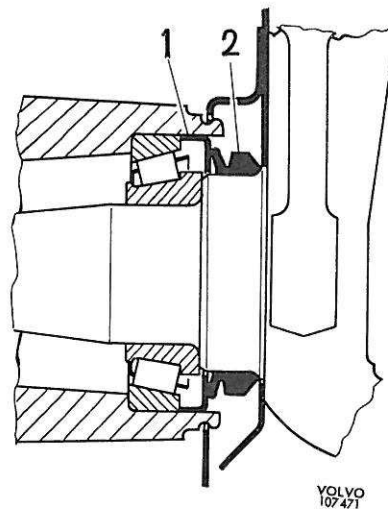

Figure 32. Etanchéité de moyeu (nouveau modèle)
9. Emmancher la bague d'étanchéité 2 (figure 32) sur la fusée jusqu'à butée.